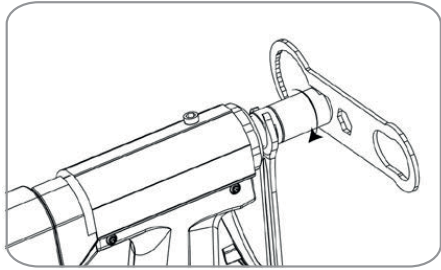

Fig. 1
2. Desmonte la caja de mordazas (3) y retire los vástagos.
Compruebe la distancia entre la caja de mordazas (3) y el cuerpo hidráulico. Ha de ajustarse a la medida a 56 mm (ver Fig. 1 - Pág. 9)
Primero desmonte el portaboquillas (2) a continuación desmonte la caja de mordazas (3) con dos llaves según la (Fig 1)